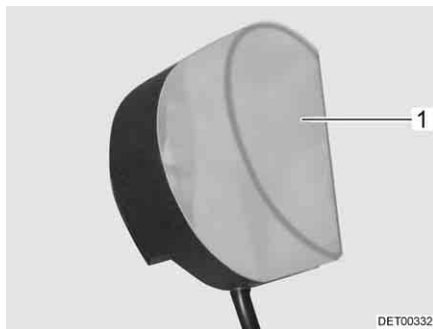

Fig. 248 Lámpara del armario ropero
- Comprimir ligeramente la cubierta de la luz (Fig. 248,1) y retirarla.